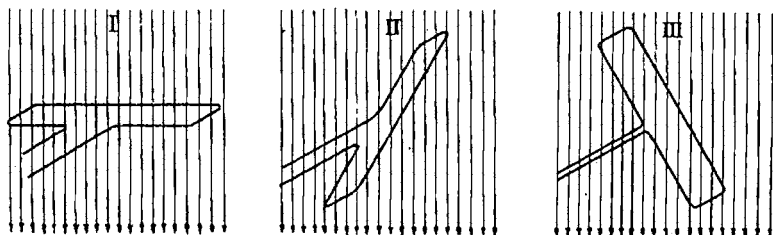

Fig. 135. — Producerea forțelor electromotoare decalate cu  $120^\circ$
**79. Curenți trifazați.** Să luăm trei mașini, de felul celor arătate în fig. 126 și să așezăm spirele fiecăreia așa cum se arată în fig. 135, adică spira din cazul II este la  $120^\circ$  față de cazul I, iar în cazul III spira este la  $240^\circ$  față de cazul I.